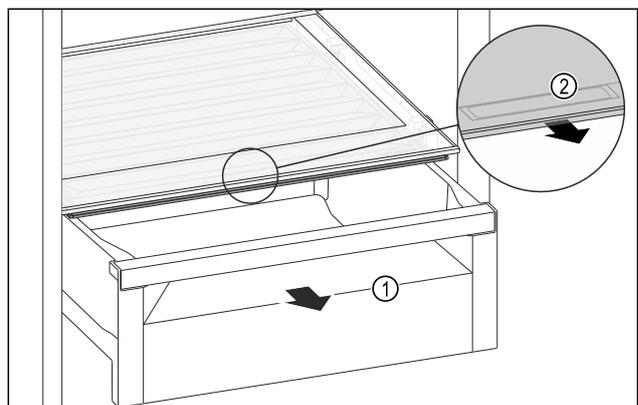

Fig. 108
- Estrarre il cassetto Fig. 108 (1).
- ▶ Afferrare la maniglia incassata Fig. 108 (2) sul coperchio dello scomparto e tirare allo stesso tempo in avanti il coperchio dello scomparto.